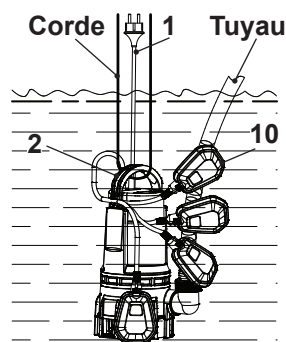

Fig. 5
4. Attachez une corde à la poignée de transport (2) et immergez soigneusement le produit dans le réservoir d'eau (Fig. 5).